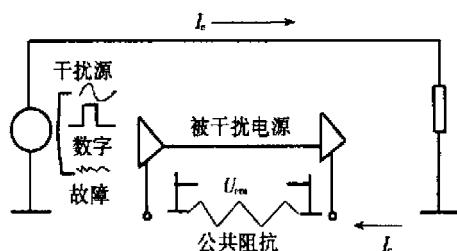

图 6 公共阻抗耦合
(1) 公共阻抗耦合：是一种常见的耦合通道，即干扰源和被干扰设备往往共用某些导体(例如回路、电源总线、公共接地等)，如图 6 所示。